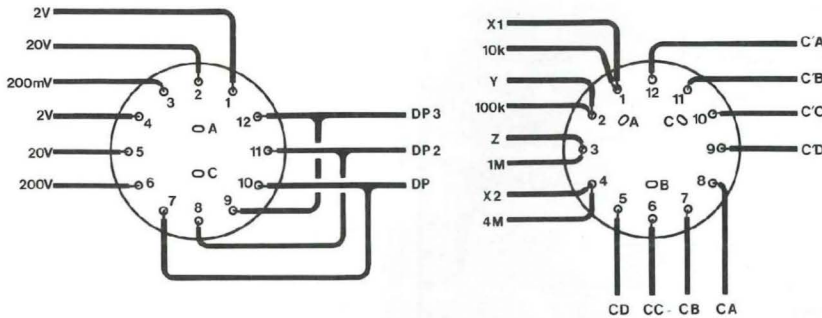

Fig. 7b : Câblage de CT1 et câblage de CT2.
Le détail de câblage des commutateurs CT1 et CT2 est indiqué en figure 7b. Les bornes 1 à 4 de CT2 sont reliées d'une part à la CFA (X1, X2, Y et Z) et d'autre part à la carte principale (10 k, 100 k, 1 M, 4 M). Le câblage des bornes communes est représenté sur le plan de la figure 7a : n'oubliez pas R84, de 680 ohms, entre la borne (C) de CT1 et l'alimentation + 12 V. Nous avons initialement prévu d'alimenter le point décimal du voltmètre en + 5 V, mais il est plus raisonnable d'alléger la charge déjà lourde du régulateur IC 14. C22 permet de supprimer, sur la sortie SGBF, la composante continue de la sortie TTL (la borne positive de C22 sera reliée à la sortie TTL) : il ne faudra pas l'oublier !